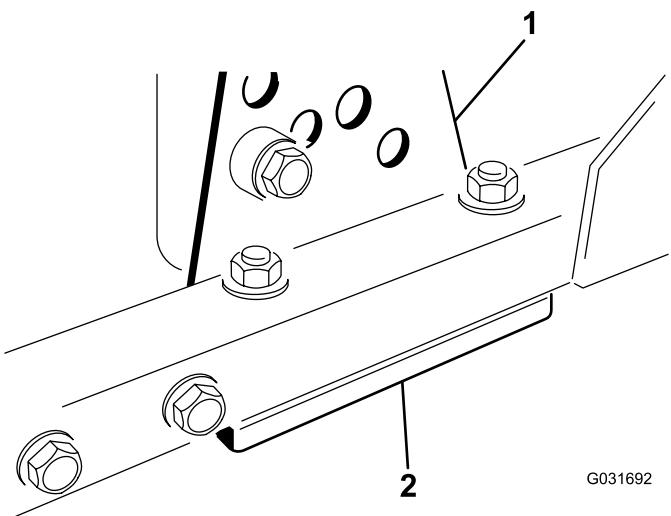

図 15
- 刈り高ブラケット前、左、右のうち1つをデッキのフレームから外す図 15。
- デッキフレームとブラケットとの間に厚さ 1.5 mm または 0.7 mm のシム、場合によってはこれらの両方を挿入して、希望する刈高を達成する図 15。